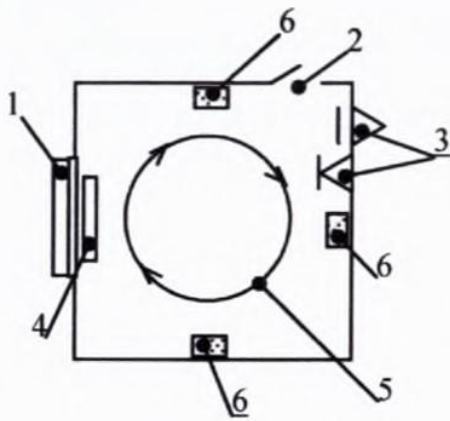

Рисунок 1- Схема размещения рециркуляторов в помещении с отношением длины к ширине меньше 2
3.3. Рециркуляторы размещают в помещении таким образом, чтобы забор и выброс воздуха осуществлялись беспрепятственно и совпадали с направлениями основных конвекционных потоков. Следует избегать установки рециркуляторов в углах помещения, где могут образовываться застойные зоны. Примеры размещения рециркуляторов «Ультра 03» и «Ультра 04» в помещениях с приточно-вытяжной вентиляцией, работающей в штатном режиме, с разным отношением длин сторон (длина/ширина) показаны на рис.1 и 2.